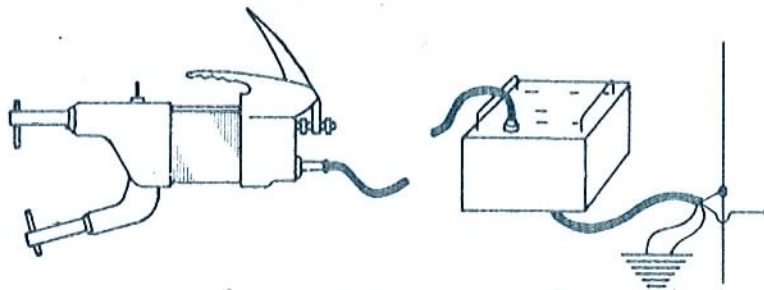

Abb. 2
- Die Erde und der Leiter SIG sind vorschriftsmäßig zu erden (Wasserleitungsrohr). Der Erdleiterquerschnitt soll dem des Speisekabels entsprechen. Beide Drähte sind regelmäßig zu überprüfen. Ist nur einer der beiden Leiter angeschlossen, schaltet der Schaltkasten nicht ein (Abb. 2).